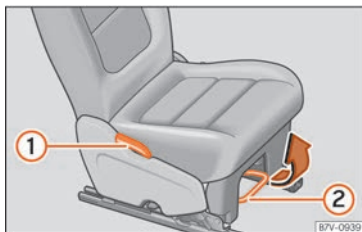

Fig. 130 Ajustar los asientos traseros.
- Tire de la palanca y ajuste el respaldo en la posición que desee » fig. 130 ① » ❶. ¡El respaldo debe encastrar al soltar la palanca!